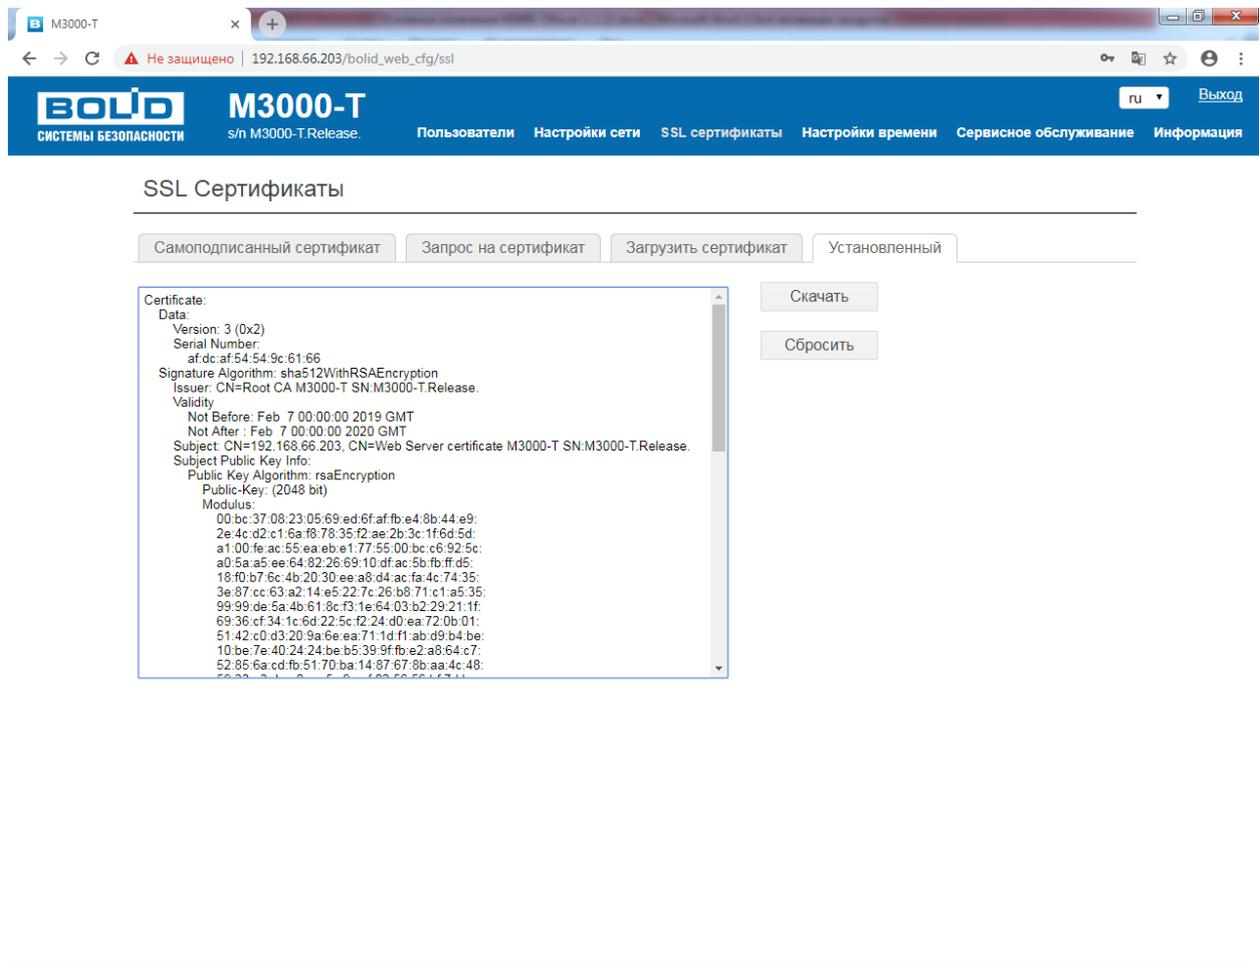

Рисунок 9. Скачивание файла цепочки сертификатов
1. Перейти в веб-интерфейсе на страницу «Установленный» Рис. 9 и нажать кнопку «Скачать»: